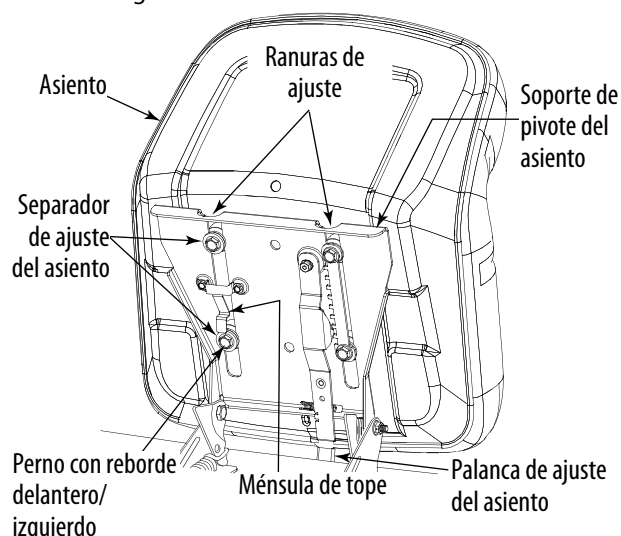

Figura 3-2
2. Haga girar el soporte de pivote del asiento parcialmente hacia arriba. Vea la Figura 3-2.
6. Siga empujando el asiento hacia adelante en el soporte de pivote hasta que el perno con reborde delantero/izquierdo del conjunto del asiento pase adelante del soporte de tope sobre el soporte de pivote del asiento. Vea la Figura 3-2.